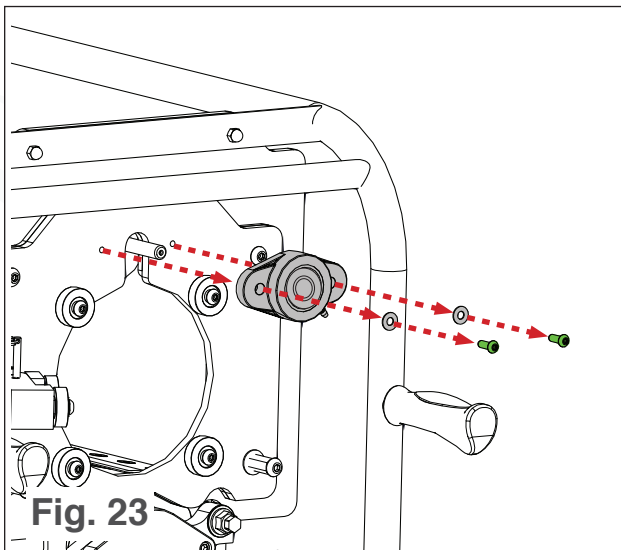

Fig. 23
flange de rolamento da escova situados do lado da cinta da máquina (ver Fig. 23).
3. Remova a flange de rolamento da escova do lado da cinta da máquina (ver Fig. 23).